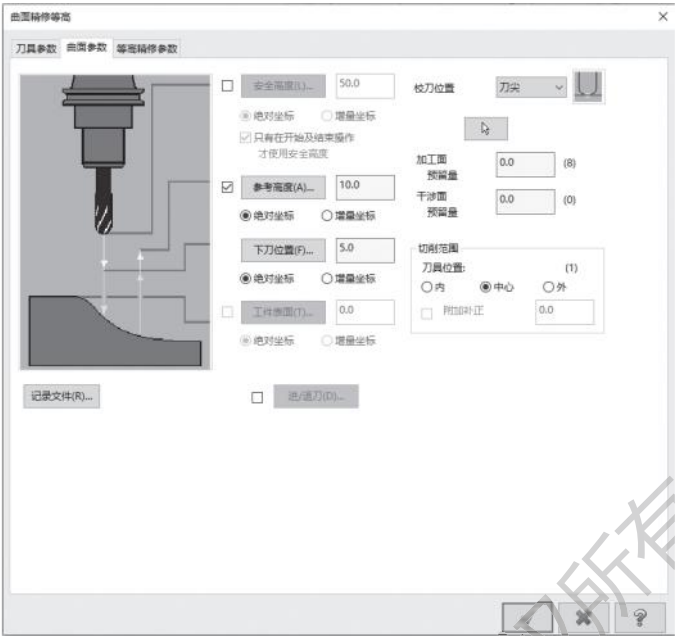

图 6-70 曲面加工参数设置
3) 打开【曲面参数】选项卡，勾选【参考高度】并设置为 10.0mm，【下刀位置】为 5.0mm。选择所有【绝对坐标】选项，设置【加工面预留量】和【干涉面预留量】都为 0.0mm，如图 6-70 所示。